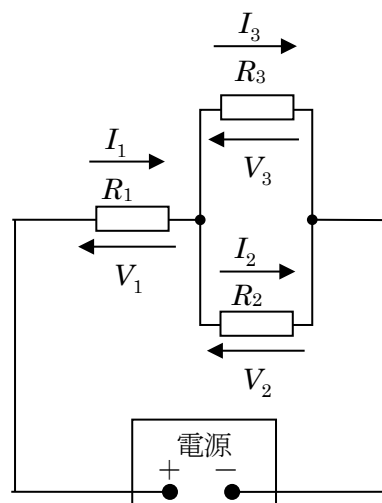

図 3．電気回路 3
- 4) 図 3 の電気回路 3 をブレッドボード上に作成し、抵抗 R_1 にかかる電圧 V_1 と流れる電流 I_1 、抵抗 R_2 にかかる電圧 V_2 と流れる電流 I_2 、および抵抗 R_3 にかかる電圧 V_3 と流れる電流 I_3 をテスターで測定し、それらの測定値を解答欄に記入せよ。ただし、抵抗 R_1 と R_2 は $1.0\text{ k}\Omega$ のものを、抵抗 R_3 は $2.0\text{ k}\Omega$ のものを使用せよ。